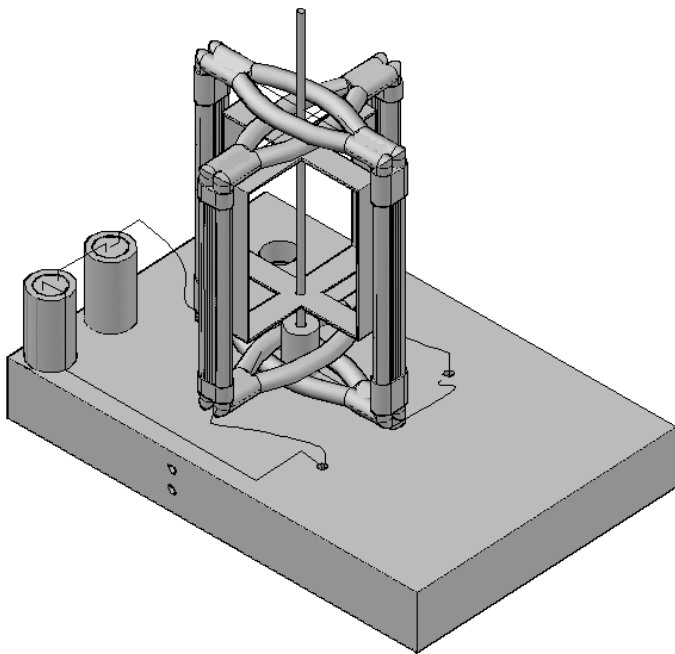
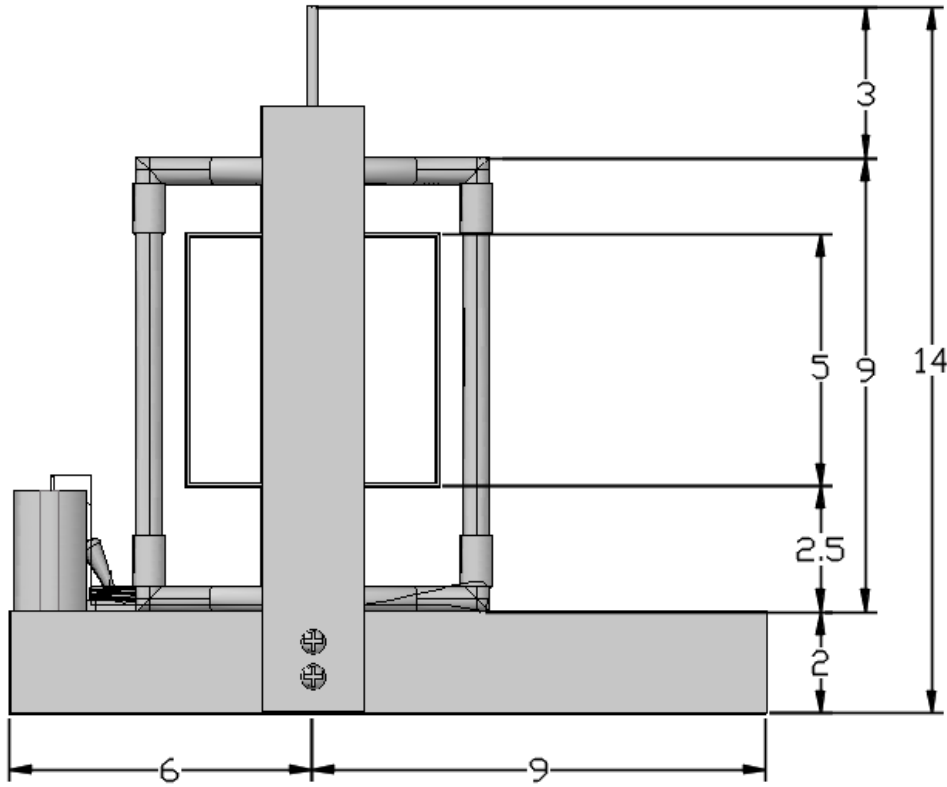

Figura 6.10. Montaje de bobinas y rotor.
Figura 6.11. Distribución del motor, las medidas son en cm
-Después colocar las bobinas y rotor como están en la figura 6.10 amarrándolas a la base para que estén fijas, los capacitores hay que pegarlos. En la figura 6.11 se muestra su posición de la armadura.